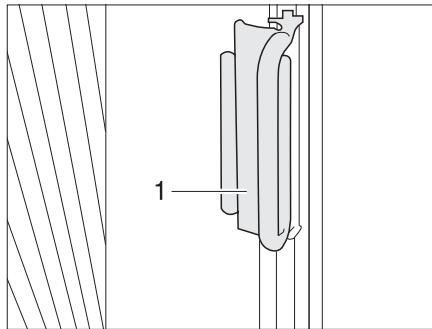

Fig. 14 Tirador de estor plegable luna delantera
*Aseguramiento:* ■ Empujar los estores plegables de la luna delantera con los tiradores (Fig. 14,1) debajo de las cubiertas a las columnas A y enchufar fijamente el tirador en la cubierta. El estor plegable está asegurado.